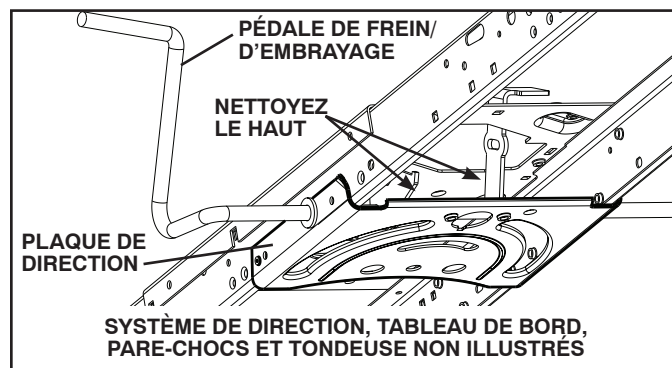

Fig. 21
- Nettoyez toute trace de débris sur la plaque de direction. Les débris peuvent empêcher le mouvement de l'arbre de la pédale de frein/d'embrayage, provoquant le glissement de la courroie avec perte d'entraînement. (Voir La Fig. 21)